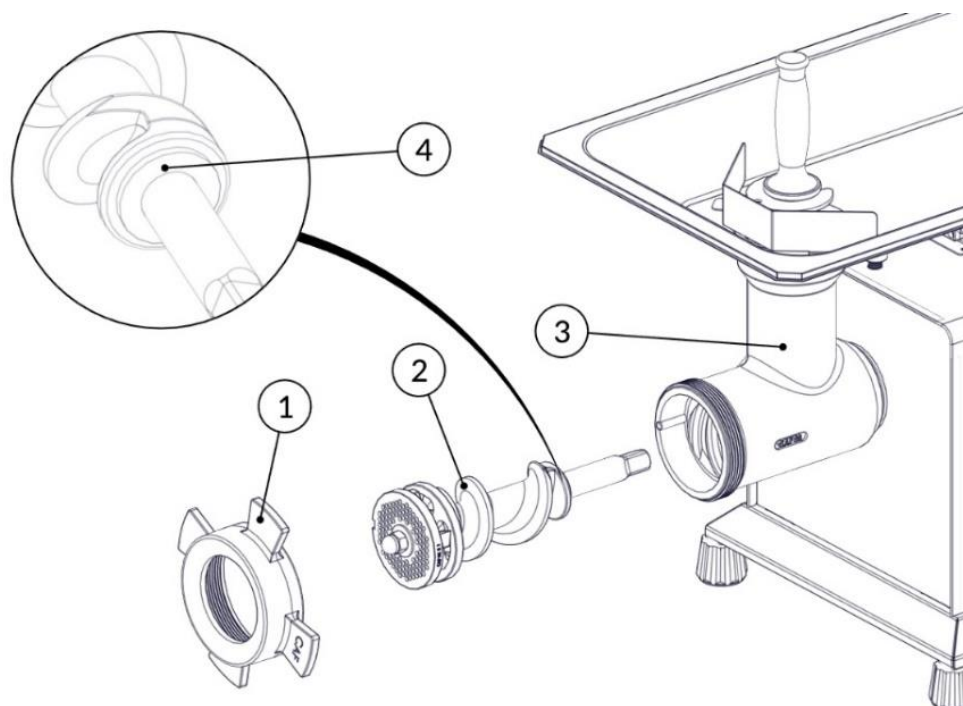

FIG. 5
1. Encaixe o caracol conjunto (Item 2 - FIG. 5) no bocal (Item 3 - FIG. 5) assegurando que ele está com arruela (Item 4 - FIG. 5), item importante para um bom funcionamento da máquina;
3. Rosqueie o volante (Item 1 - FIG. 5) até encostar no disco.